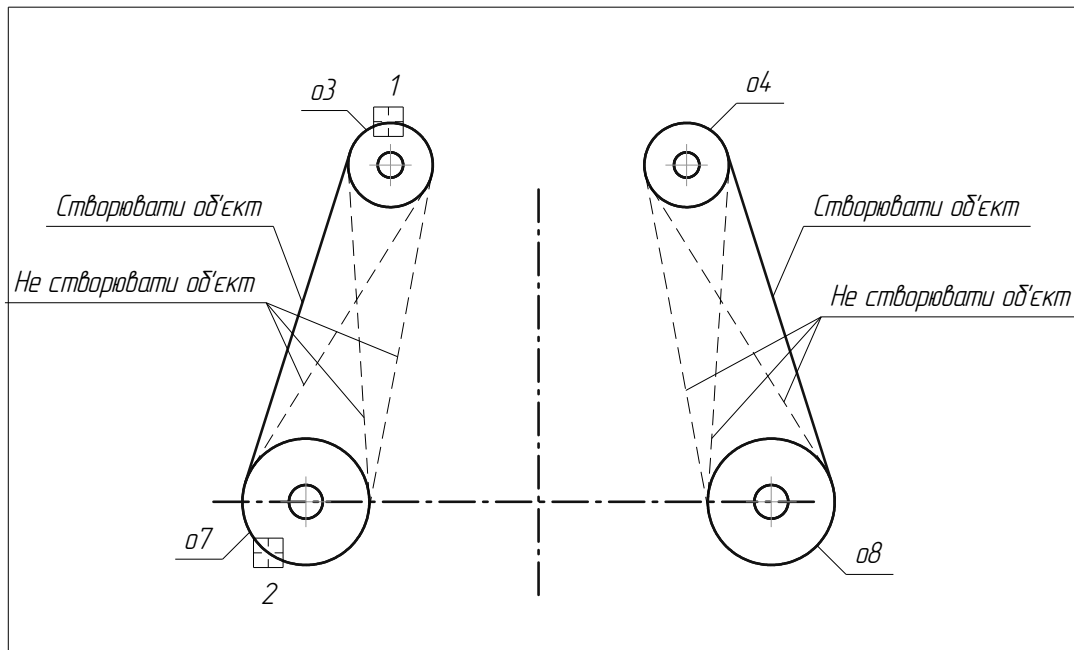

Рис.2.15.
9. У відповідь на запит системи „Укажите первую кривую для построения касательного отрезка” вкажіть мішень на коло $o3$ (мішень 1). Рис. 2.15.
10. У відповідь на запит системи „Укажите вторую кривую для построения касательного отрезка” вкажіть мішень на коло $o5$ (мішень 2). Рис. 2.15.
12. Натисніть кнопку „Создать объект” на панелі спеціального керування („Панель свойств”) і створіть необхідний відрізок. Далі кнопкою „Прервать команду” відмовтесь від побудови решти відрізків. Виконайте аналогічні операції для побудови відрізка, дотичного до двох кіл, з іншої сторони (рис.2.15).